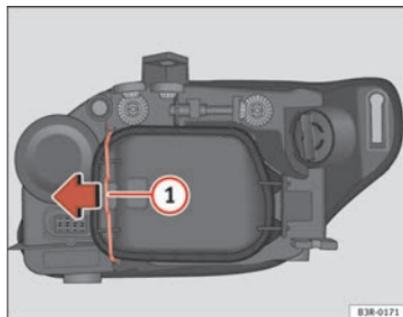

Fig. 198 Luci di posizione (lato interno veicolo)
- Far scorrere il tirante ⇒ fig. 198 ① nel senso della freccia e sfilare la copertura separando prima il lato del tirante ed estraendo dopo le due linguette dell'estremità opposta.